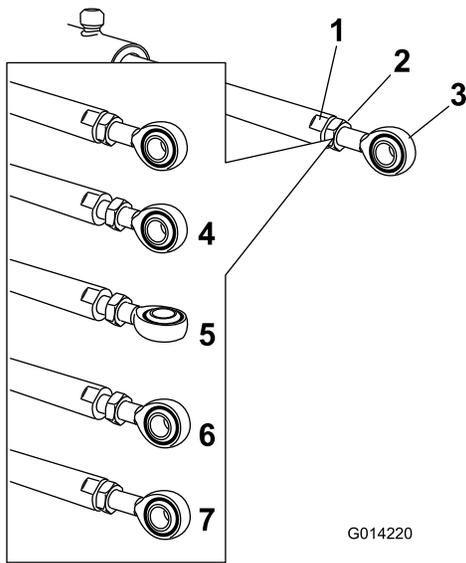

図 65
5. アクチュエータロッドの平たい面にスパナをあてがって回転しないように押さえ、ジャムナットをゆるめて、アイレットロッドを調整できるようにする 図 65。
6. アイレットロッドを回転させてアクチュエータを希望の長さに調整する 図 65。